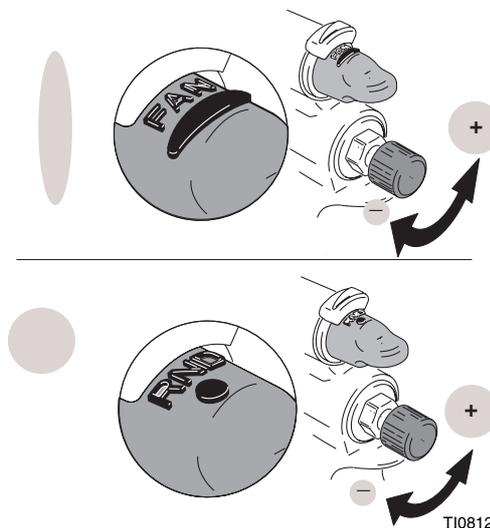

FIG. 8
**Nota:** Si se reduce el caudal de líquido o se gira el mando de aire hasta la posición RND se reducirá la anchura del abanico. Si se utiliza el **cabezal de aire 244227** se creará un abanico más ancho y muy eficaz. Fig. 8.